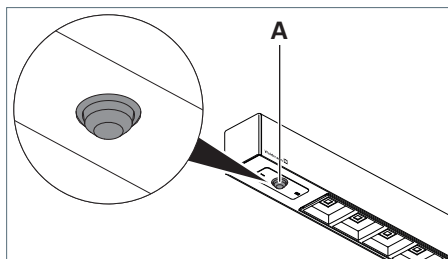

Fig. 4: Sensore PIR, versione R.
- Posizionare la testa a sfera **A** del sensore PIR nella direzione desiderata, vedi Fig. 4.